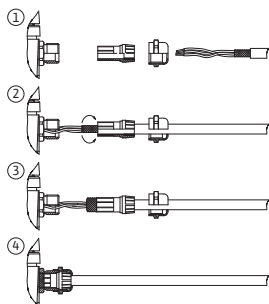

Fig. 25: Suojalevy
Suojaus yhdistetään kaapeliläpivientiin elektroniikkamoduulissa. Katso Fig. 25.
Digitaalisen tulon, analogisten tulojen ja väyläkommunikoinnin kaapelit tulee suojata kaapeliläpiviennin (Fig. 19, pos. 4, 5 ja 6) metallisen kaapelin holkkitiivisteiden kautta. Suojaus, katso Fig. 25.